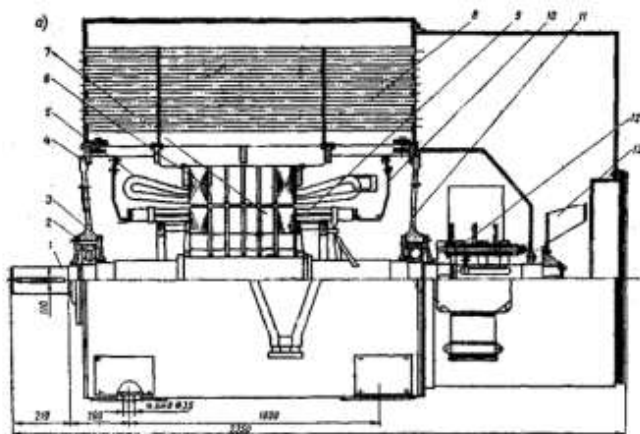

Рис. 3. Общий вид асинхронного двигателя с высотой оси вращения  $h = 450$  мм.
4. Назовите элемент 5, изображённый на рис. 3.